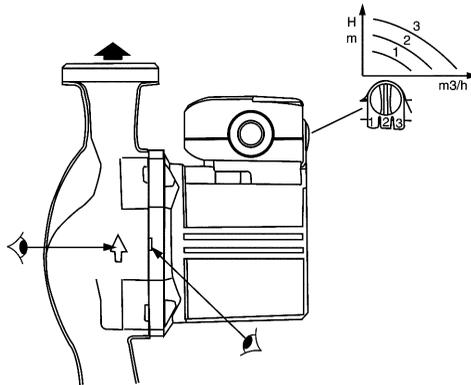

Рис. 2
- Стрелка на корпусе насоса указывает правильное направление движения теплоносителя (см. рис. 2).
ВНИМАНИЕ! При теплоизоляции насоса мы рекомендуем не изолировать места крепления фланца мотора (См. рис. 2).